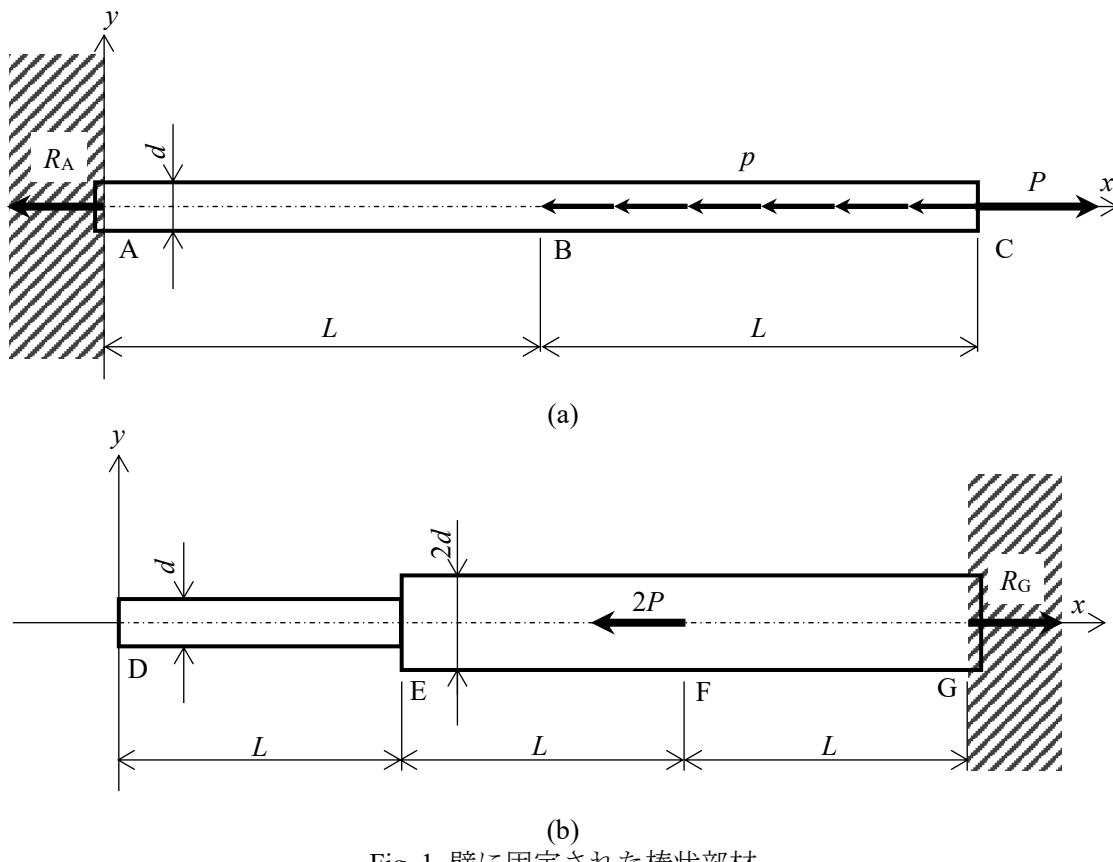

Fig. 1 壁に固定された棒状部材
- [1] 図1のような一端が壁に固定された棒状の部材がある. (a)では長さ $2L$, 直径 d の丸棒が A で壁に固定されており, BC 間に分布荷重 p が x 軸負方向, C に外力 P が x 軸正方向にそれぞれ作用している. (b)では長さ L , 直径 d の丸棒と長さ $2L$, 直径 $2d$ の丸棒からなる段付き丸棒が G で壁に固定されており, F に外力 $2P$ が x 軸負方向に作用している. 壁からの反力 R_A , R_G を図のように仮定し, 以下の問い合わせに答えよ. ただし, 各部材のヤング率を E とする.